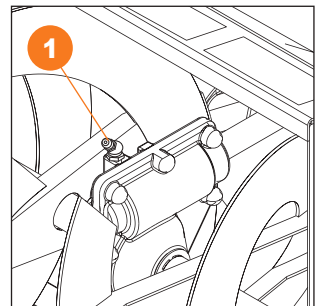

Рис. 24
- Во время обслуживания редуктора самостоятельно, снимите заглушку или открутите болт-заглушку ①, добавьте 30-50 гр. консистентной смазки и установите заглушку на место (Рис. 24).